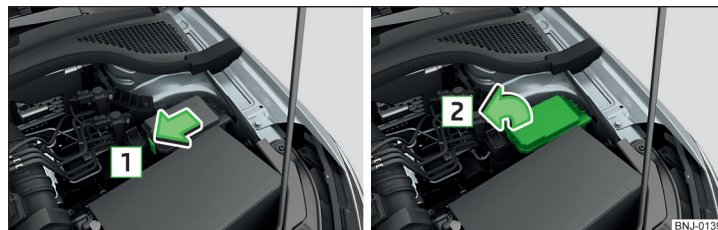

Fig. 201 Scoateți capacul
- Apăsați tasta de blocare a capacului în sensul săgeții » fig. 201.